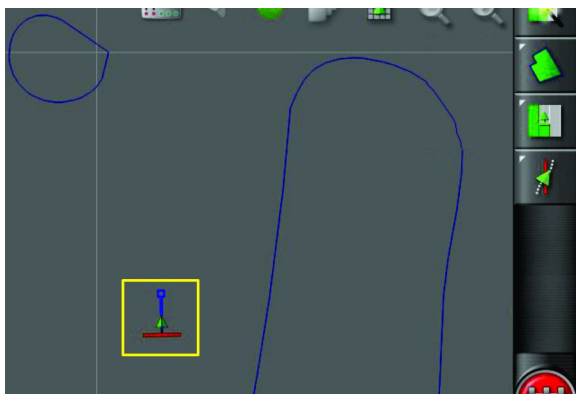

Рисунок 39
1. Переместите машину к действующему полю на рабочей площадке (Рисунок 39).